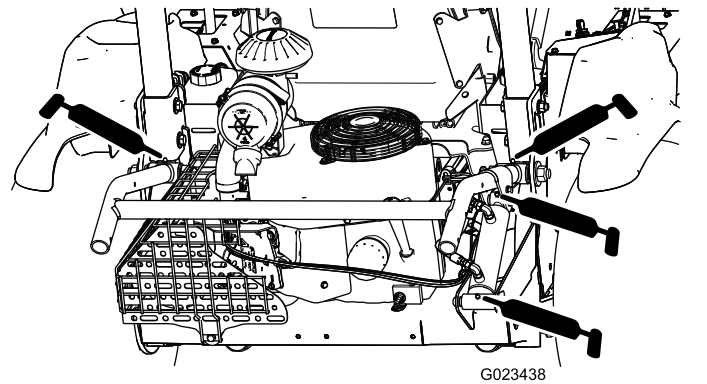

Figura 31
- Elevador del accesorio (4) – Figura 31